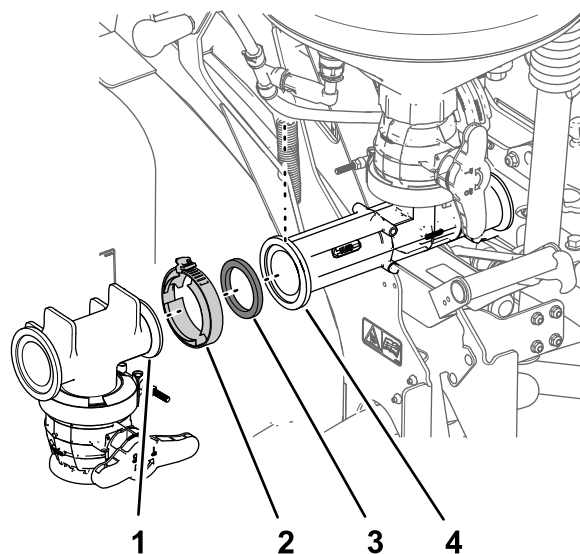

Figure 25
1. Orientez la bride du raccord en T du robinet de vidange vers la bride avant du mélangeur (Figure 25).
2. Montez le raccord en T sur le mélangeur avec un joint et un collier bride, et serrez le collier à la main (Figure 25).